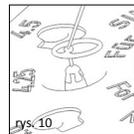

rys. 9
■ **rys. 9** Na koniec kleszczykami tnącymi (REF 8000 171) przyciąć trzpień przy główce. Powstały w ten sposób sworzeń przy główce wspomaga później umocowanie transplantu między główką a błoną bębenkową i zapobiega w ten sposób pooperacyjnemu przemieszczeniu. Długość sworznia można zmieniać, powinna ona jednak odpowiadać grubości przewidzianego transplantu.